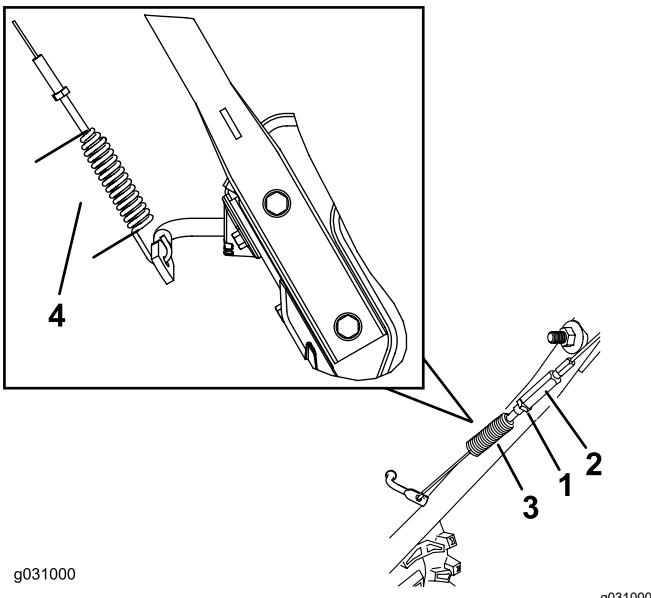

Bild 29
- Lösen oder ziehen Sie die Spannschraube an, um die Federlänge auf 7 cm einzustellen, wie in Bild 29 abgebildet.
- Ziehen Sie die Klemmmutter (Bild 29) an und stellen Sie sicher, dass der Zug etwas gespannt ist.